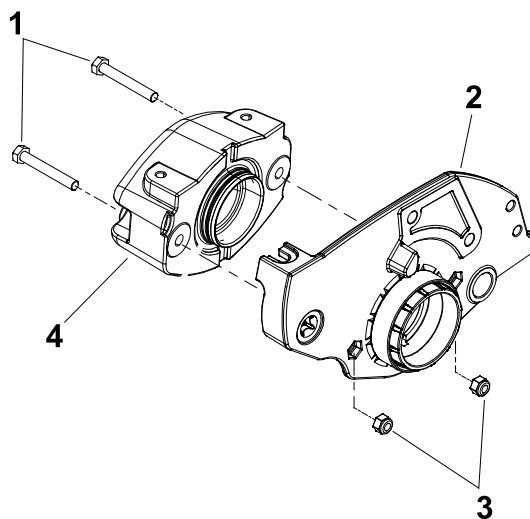

图 16
15. 卸下将配重块固定到右侧板的平头螺丝和六角螺母 图 16。